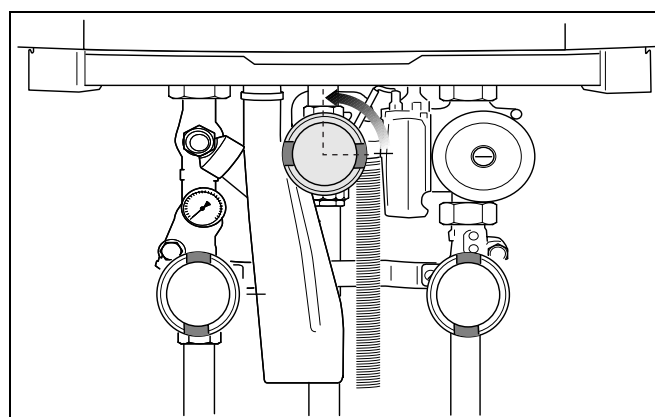

Fig. 124 Deschideți robinetul de gaz
- Deschideți încet robinetul de gaz. Pentru aceasta apăsați robinetul de gaz și rotiți $\frac{1}{4}$ de tura la stânga (Fig. 124).